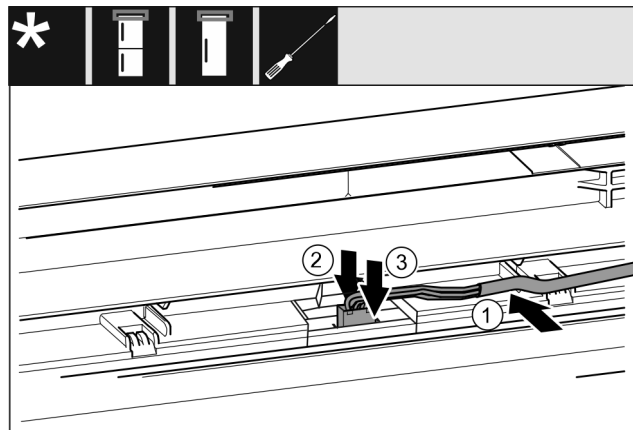

Fig. 44
- Umetnite sivi kabel u vodilicu u gornjim vratima. Fig. 44 (1)
- Uskočni jezičac pritisnite prema natrag. Fig. 44 (2)
- Pustite da utikač uskoči. Fig. 44 (3)